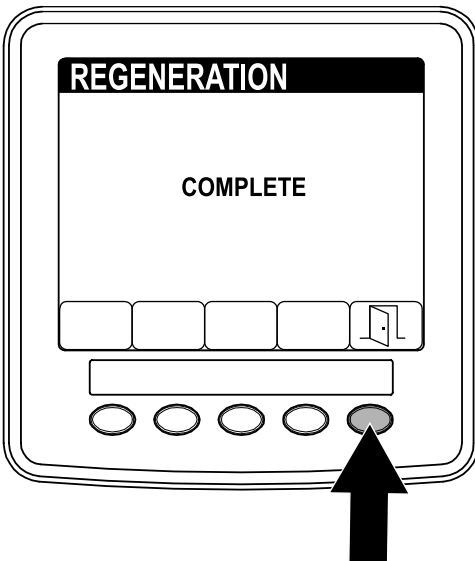

Figura 54
- Al termine della rigenerazione, sull'Infocenter viene visualizzata la schermata COMPLETE (Completa). Premete il pulsante 5 per tornare al menu SERVICE (Manutenzione) (Figura 54).